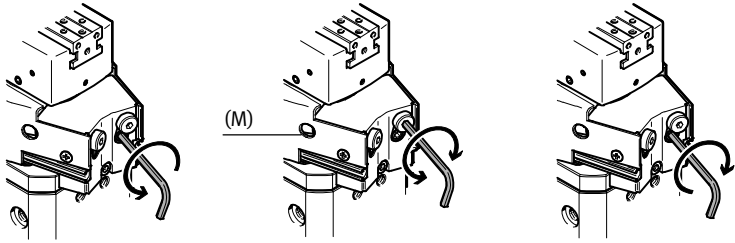

Fig. 12
- Во время процедуры настройки следите за позицией демпфирующего элемента через смотровое окно (M → Fig. 12). При этом учитывайте следующие позиции максимума:
3. Ослабьте стопорный винт в зажимном элементе (→ Fig. 12; стопорный винт не выкручивать). Помните о том, что при снятом демпфирующем элементе зажимной элемент может выпасть.